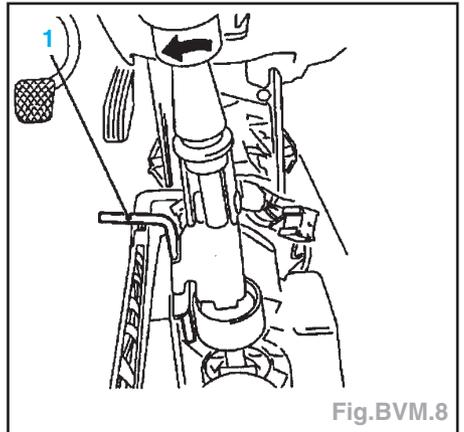

Fig.BVM.8
- Bloquer le levier de vitesses : faire pivoter le levier vers la gauche pour bloquer les orifices dans le levier et le boîtier du levier de vitesses (flèches) à l'aide de la tige KM-527-A (1) (Fig.BVM.8).